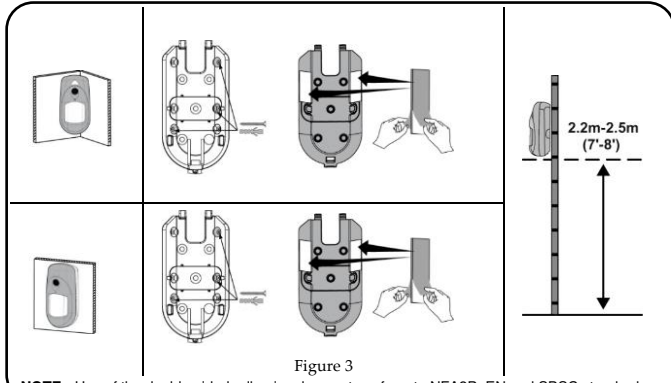

Figure 3
2. Fäst locket på detektorns botten genom att föra in och dra åt skruven (B) i hålet på insidan av batterifacket. (se bild 3)
3. Sätt i batterierna och stäng batteriluckan. (se bild 3)
6. För in och dra åt skruven (C) i hålet längst ner på detektorn för att fästa detektorn i monteringskonsolen. (se bild 3).
2. Öppna batteriluckan. (Bild 3)